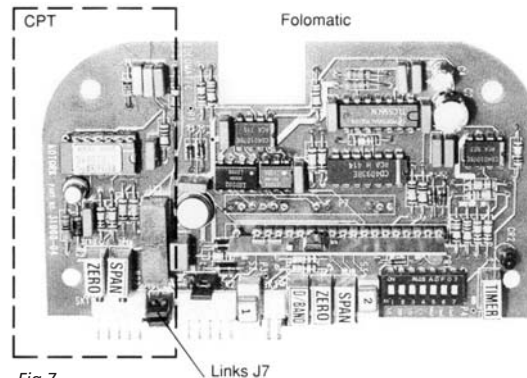

Fig.7
7.6 Indicador de posição 4-20 mA CPT (Current Position Transmitter)(fig. 7)
Localizar os dois “Links” J7 localizados na fig. 7
7.7 Posicionador analógico Folomatic (fig. 7)
Utilizando a Fig. 7, localizar os interruptores 1 e 2 na placa Folomatic/CPT, e seleccionar do seguinte modo:
2. Determinar o tipo de sinal a utilizar. Ver fig. 7 e identificar os micro-interruptores (1-8) na placa do Folomatic. Com o auxílio da tabela 1 do Apêndice, configurar os micro-interruptores de acordo com o tipo de tensão ou corrente a utilizar.